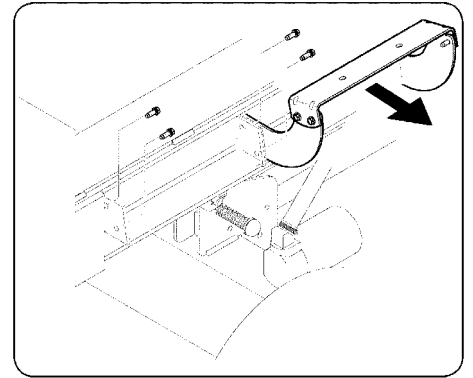

Рис. 5
14. Отсоедините рычаг качения от направляющей станины на стороне клапана, удалив два шестигранных винта с шайбами, которыми он крепится к балке и два шестигранных винта с шайбами на фланце направляющей станины. Рычаг качения установлен только для транспортировочных целей. См. Рисунок 5.